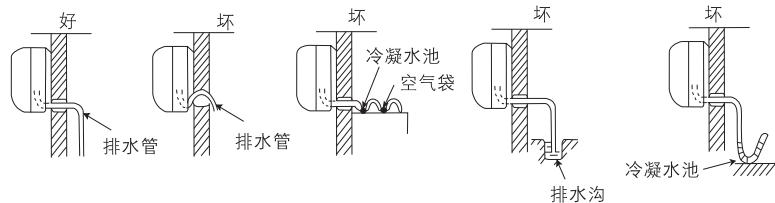

图28
- (1) 用附件⑯排水管与室内机组的出水管连接起来。
- (2) 如要使冷凝水流得舒畅，排水管应倾斜少许，如图28所示。